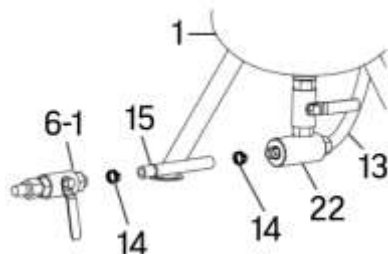

fig. 6
11. Utilisez une autre bride pour fixer l'autre extrémité du tuyau de matériau abrasif au tuyau de sortie de matériau abrasif (fig. 6).
12. Connectez le tuyau à air au tuyau de sortie de matériau abrasif (fig. 6).